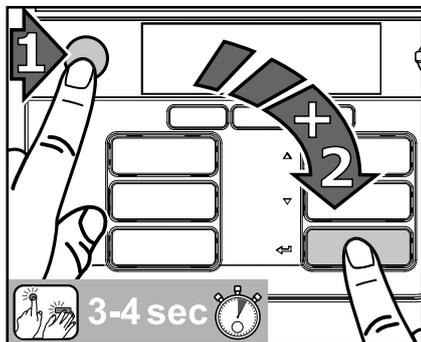

Fig. 34
1. Em primeiro lugar, prima a tecla STOP, depois, a tecla Enter ◀ e mantenha ambas as teclas pressionadas simultaneamente durante 3-4 segundos para ativar o modo de limpeza. (Fig. 34)